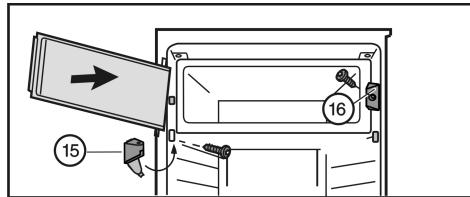

Fig. 7
- Monte la pieza de cierre Fig. 7 (16).
- Monte el soporte de cojinete Fig. 7 (15) y cierre la cubierta.